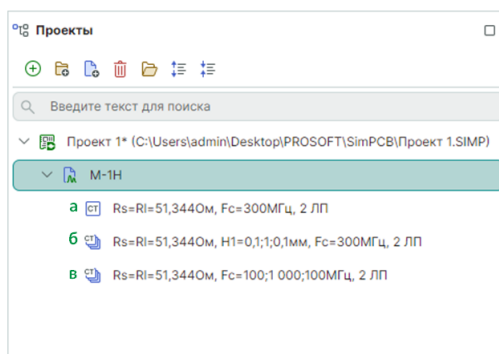

Рис. 35 Наименования расчетов для типа «Перекрестные помехи»
4. Тип расчета «Перекрестные помехи», см. Рис. 35: